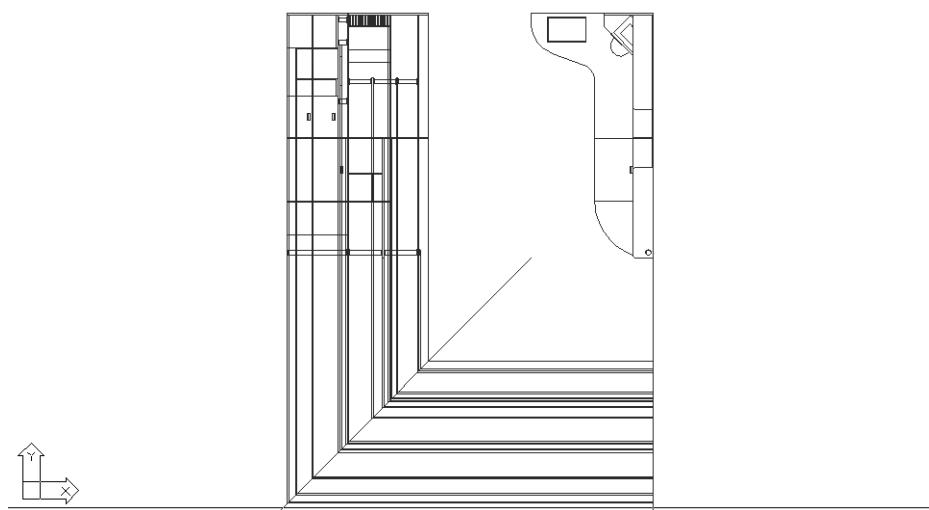

Рис. 8.39 ▼ Чертеж развернут в соответствии с текущей ПСК
6. С помощью инструмента **Окно зумирования** (Zoom Windows) измените масштаб просмотра таким образом, чтобы вид сверху, главный вид и линии высот вида справа были полностью видны в области черчения (рис. 8.39).